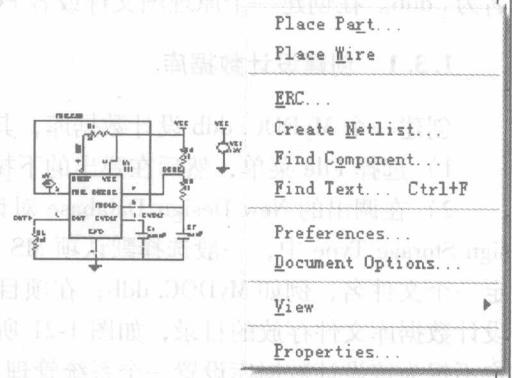

图 1-16 原理图快捷菜单
(1) 原理图快捷菜单 当用户在原理图编辑区中单击鼠标右键时，就会调出一个快捷菜单，如图 1-16 所示。通过该快捷菜单可以放置元件、连线，进行电气规则检查、创建网络表以及调出对象属性对话框等。